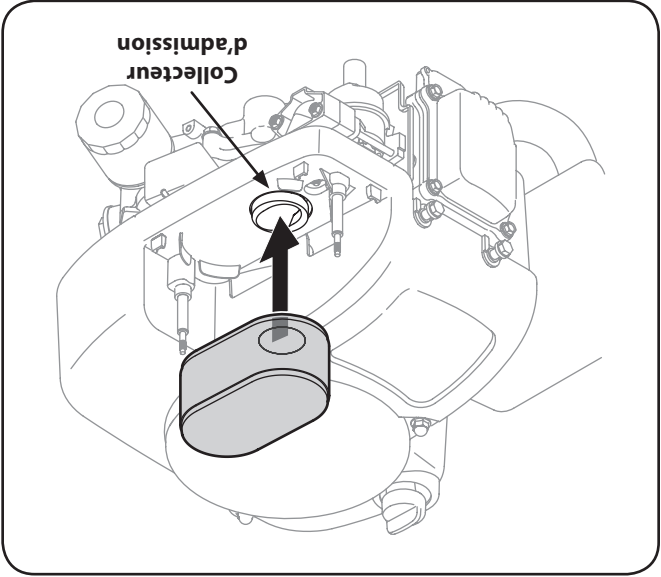

Figure 6-7
5. Attachez le nouveau filtre à air avec l'élément en mousse en alignant le trou du filtre à air avec le collecteur d'admission. Voir la Figure 6-7.